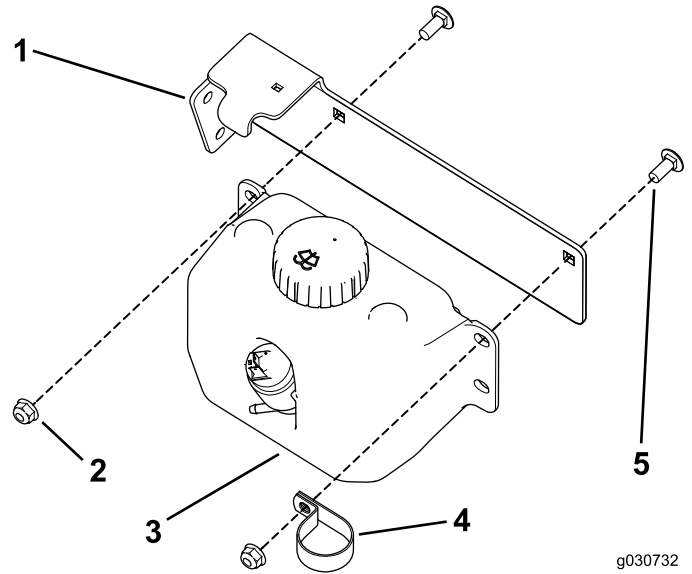

Figura 34
- Utilice 2 pernos de cuello cuadrado (5/16" x 3/4") y 2 tuercas con arandela prensada (5/16") para sujetar el depósito del lavaparabrisas y la abrazadera en R al soporte del depósito (Figura 34).